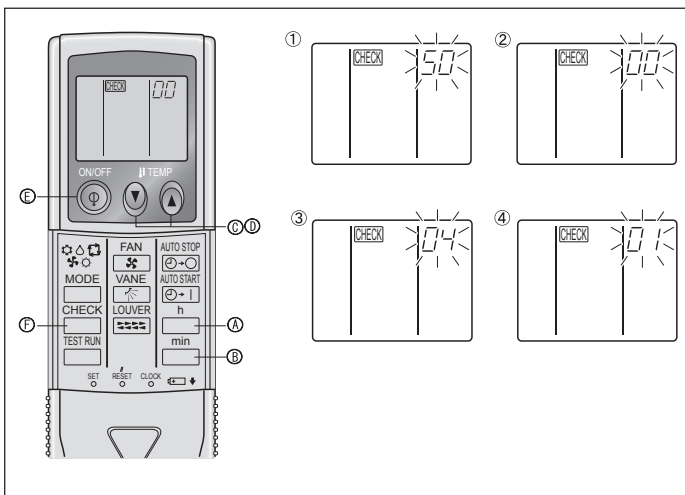

Fig. 6-9
⑧ กดปุ่ม MODE \odot แล้วโหมดและหมายเลขที่ตั้งค่า (I) และ (II) จะเปลี่ยนไปเพื่อให้ตั้งค่าและยืนยันการตั้งค่า
⑨ กดปุ่ม FILTER \odot และปุ่ม \odot ค้างไว้พร้อมกันอย่างน้อย 2 วินาที หน้าจอเลือกฟังก์ชันจะหายไปครู่หนึ่ง สัญญาณเปิดเครื่องปรับอากาศ OFF จะแสดงขึ้นมาบนหน้าจอ
2) สำหรับรีโมทคอนโทรลไร้สาย (Fig. 6-9)